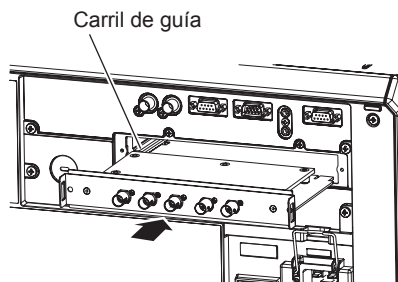

Figura 2
2) Fije la tarjeta de función en el adaptador SLOT. (Figura 2)
2) Instale la tarjeta de función en el proyector. (Figura 2)